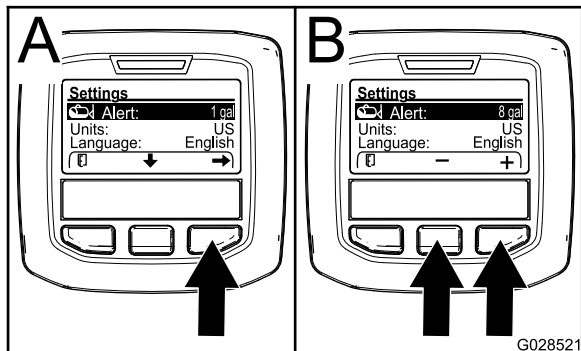

Figura 8
1. Pulse el botón de selección central para destacar el ajuste Alert (Alerta) (Figura 8).
2. Pulse el botón de selección derecho (Figura 8).
3. Use los botones de selección central o derecho para introducir la cantidad mínima que puede haber en el depósito antes de que aparezca la alerta durante la operación del fumigador (Figura 8).